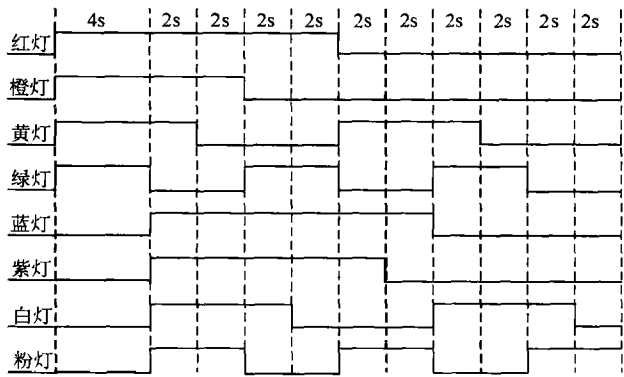

图 4-227 广告灯动作时序图
(1) 控制要求 用功能指令编写程序，要求启动广告灯后，广告灯按图 4-227 时序图动作。